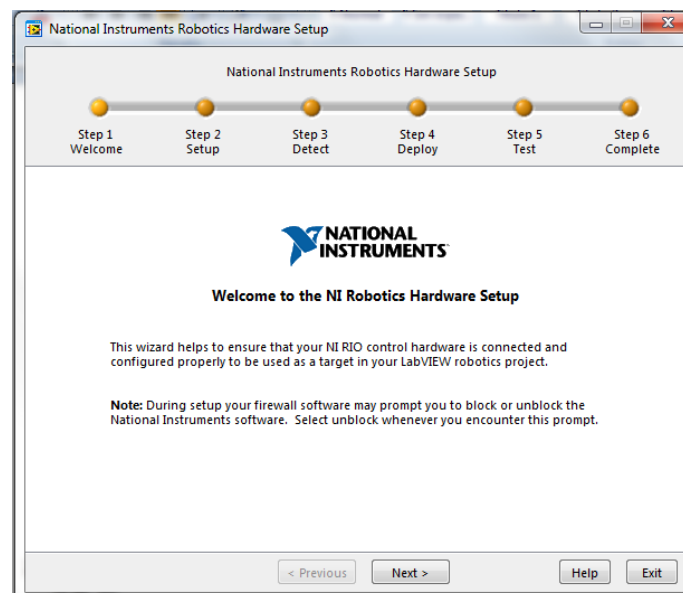

Fig.6 Pantalla de inicio del Wizard de configuración del Robot.
2. Oprima en Hardware Setup Wizard. A continuación aparecerá la ventana de la Fig. 6.